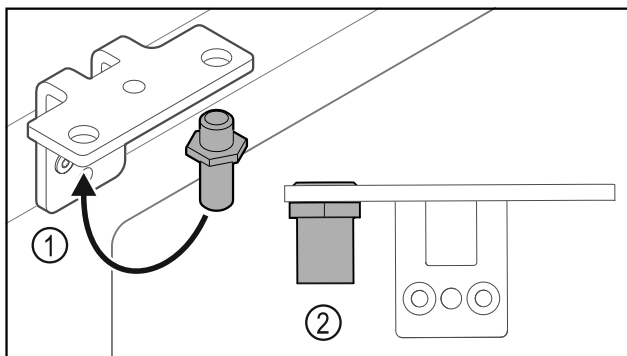

Fig. 34
- ▶ Μεταφέρετε τον πείρο Fig. 34 (1) στη γωνία μεντεσέ.
- ▶ Σφίξτε τον πείρο Fig. 34 (2) με **ροπή 12 Nm**.